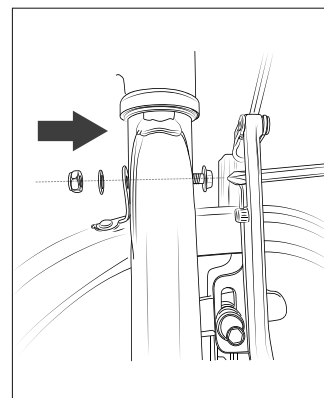

Fig. 10
2. Faites glisser le garde-boue en place depuis l'arrière de la fourche. Insérez le boulon long dans le trou central supérieur de la fourche depuis l'avant du vélo. À l'arrière du trou de la fourche, placez le boulon à travers la patte de fixation du garde-boue avec la rondelle et l'écrou. Tout en poussant la patte du garde-boue vers le haut jusqu'à la butée, serrez le boulon et l'écrou pour fixer le garde-boue au sommet de la fourche (Fig. 10).